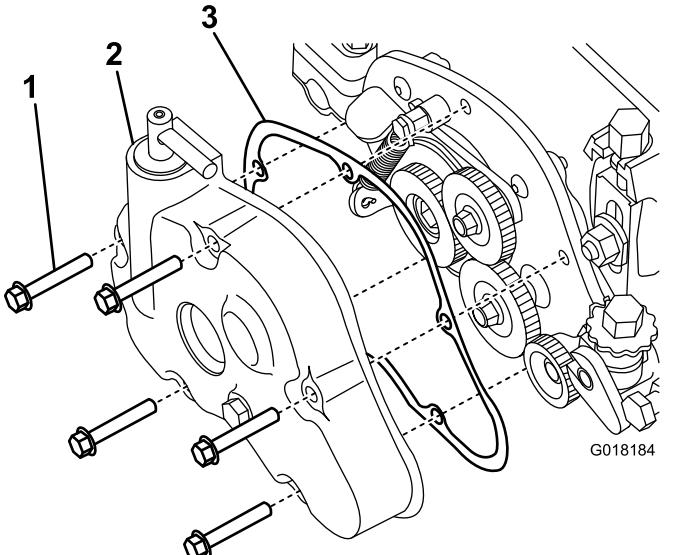

Bild 26
1. Nehmen Sie die Getriebeabdeckung vom Groomergehäuse ab (Bild 26).